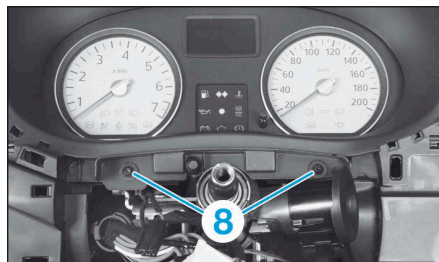

FIG.8
- Déposer les vis (8) de la visière de combiné d'instruments (Fig.8).